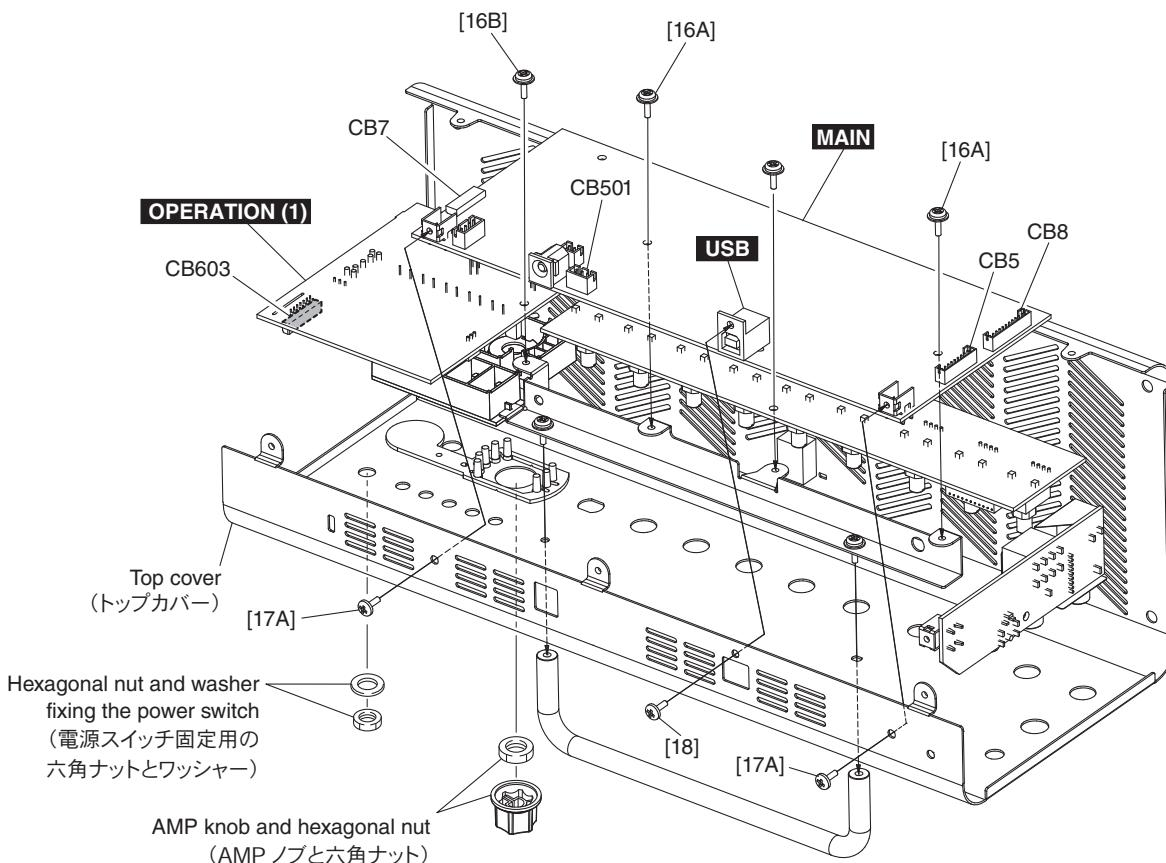

Fig. 3 (図 3)
- 2-2 Remove the two (2) screws marked [16A], the two (2) screws marked [17A] and the screw marked [18]. The MAIN circuit board can then be removed. (Fig. 3)
- 2-3 Disconnect the flexible flat cable and the three (3) connector assemblies from CB7, CB5, CB8 and CB501 on the MAIN circuit board. (Fig. 3)
**3. OPERATION (1) Circuit Board****(Time required: About 3 minutes)**
- 3-2 Remove the hexagonal nut and washer fixing the power switch, the AMP knob and the hexagonal nut underneath the AMP knob. (Fig. 3)
- 3-3 Remove the screw marked [16B]. The OPERATION (1) circuit board can then be removed. (Fig. 3)
- 3-4 Disconnect the flexible flat cable from CB603 on the OPERATION (1) circuit board and the connector assembly from CB501 on the MAIN circuit board. (Fig. 3)
- 2-2 [16A] のネジ 2 本、[17A] のネジ 2 本、[18] のネジを外し、MAIN シートを外します。 (図 3)
- 2-3 MAIN シートの CB7、CB5、CB8、CB501 からカード電線と 3 つの束線を外します。 (図 3)
**3. OPERATION (1) シート (所要時間: 約 3 分)**
- 3-2 電源スイッチ固定用の六角ナットとワッシャー、AMP ノブ、AMP ノブの下の六角ナットを外します。 (図 3)
- 3-3 [16B] のネジを外し、OPERATION (1) シートを外します。 (図 3)
- 3-4 OPERATION(1)シートの CB603 からカード電線を、MAIN シートの CB501 から束線を外します。 (図 3)